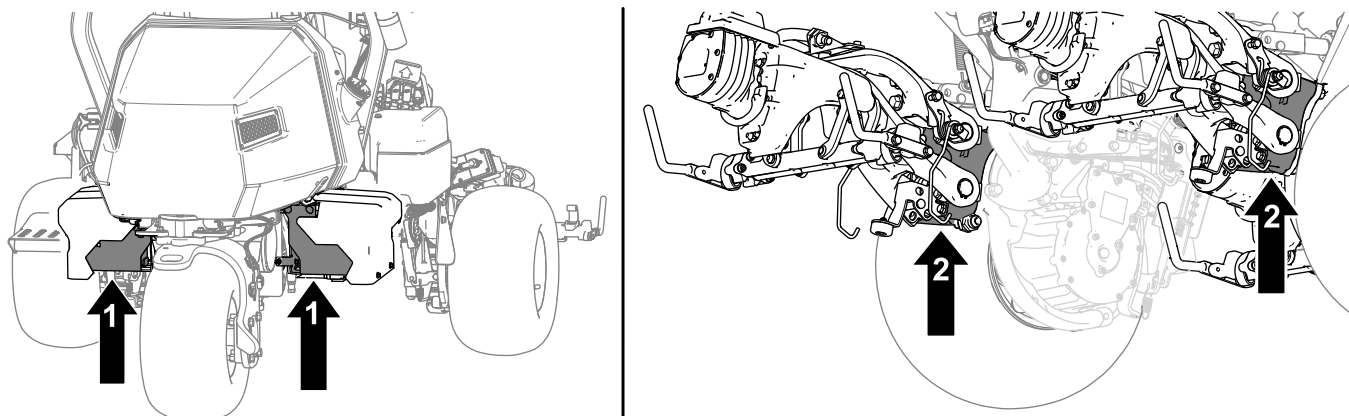

図 44
2. マシンを浮かせたら、以下の部分に適切なジャッキスタンドを入れて機体を支える図 44。